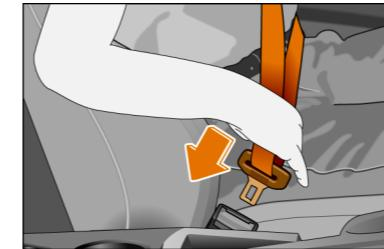

图 202 驾驶员座椅：安全带锁扣和锁舌
- 将锁舌插入属于本座椅的锁扣，直至听到啮合的声响 ⇒ 图 202。
- 将锁舌插入属于本座椅的锁扣，直至听到啮合的声响 ⇒ 第 160 页，图 202。